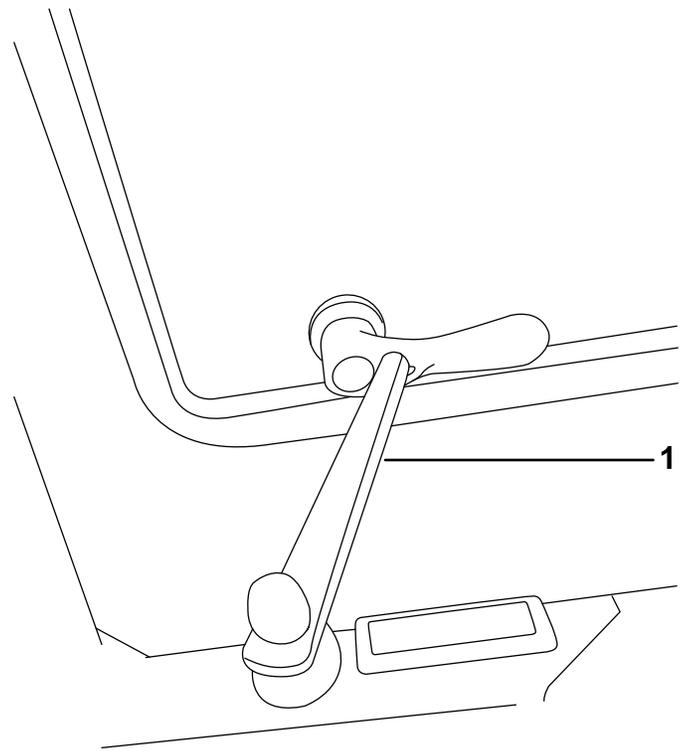

Figura 10
2. Utilizzate il supporto per tenere aperto il finestrino (Figura 10).